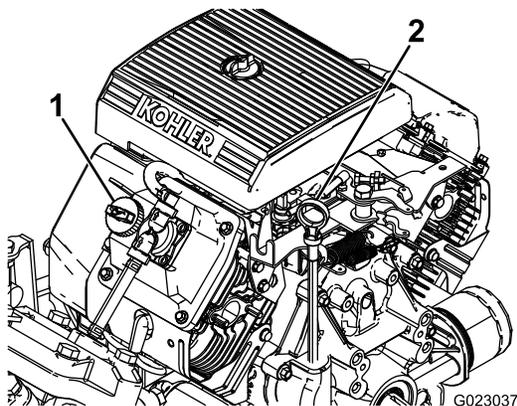

Figura 11
2. Togliete l'asta di livello ed asciugatela con un panno pulito (Figura 11).
4. Se l'olio è insufficiente, togliete il tappo di rifornimento dal coprivalvola (Figura 11) e versate l'olio nel foro finché non raggiunge il segno di pieno (Full) sull'asta; il tipo di olio e la viscosità adatti sono riportati nella sezione Cambio dell'olio motore (pagina 42). Versate l'olio lentamente, controllando spesso il livello durante questa operazione. Non riempite troppo.